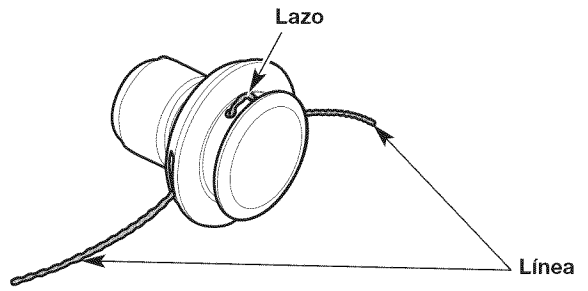

Fig. 17
4. Tire de los extremos del hilo hasta que quede tenso contra el cabezal de corte. Asegúrese de que los extremos del hilo sean de igual longitud (Fig. 17). Si un extremo es más largo que el otro, empuje el extremo más largo nuevamente a través del cabezal de corte parcialmente y tire del extremo más corto hacia afuera. De ser necesario, repita el proceso hasta que ambos extremos sean de igual longitud.
5. Presione el lazo expuesto del hilo de recorte hasta que esté ajustado contra el cabezal de corte (Fig. 17).